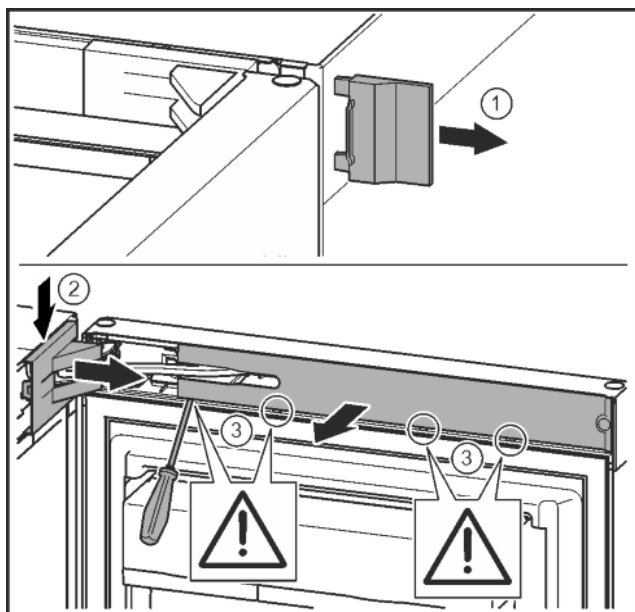

Fig. 11
- Noņemiet ārējo pārsegu. Fig. 11 (1)
- Atbrīvojiet un atvienojiet gultņa balsta pārsegu. Noņemiet gultņa balsta pārsegu. Fig. 11 (2)
- Ar plakano skrūvgriezi atbrīvojiet aizsegu un pagrieziet uz sāniem. Fig. 11 (3)